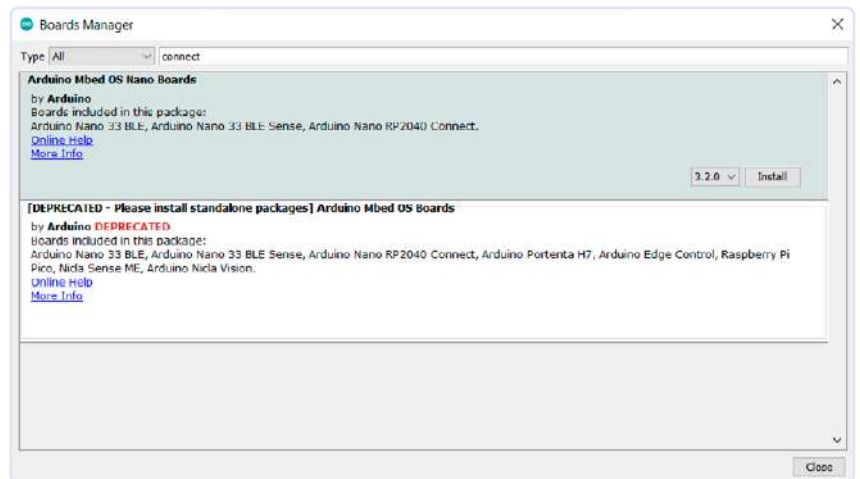

Figure 3. Utilisez le gestionnaire de cartes de l'EDI pour installer le support pour l'Arduino Nano RP2040 Connect.
2. En utilisant le gestionnaire de cartes de l'EDI Arduino (*Outils → Type de carte Gestionnaire de cartes...*) installez le paquet de cartes « *Arduino Mbed OS Nano Boards* » (j'ai utilisé la version 3.2 ; voir **figure 3**).